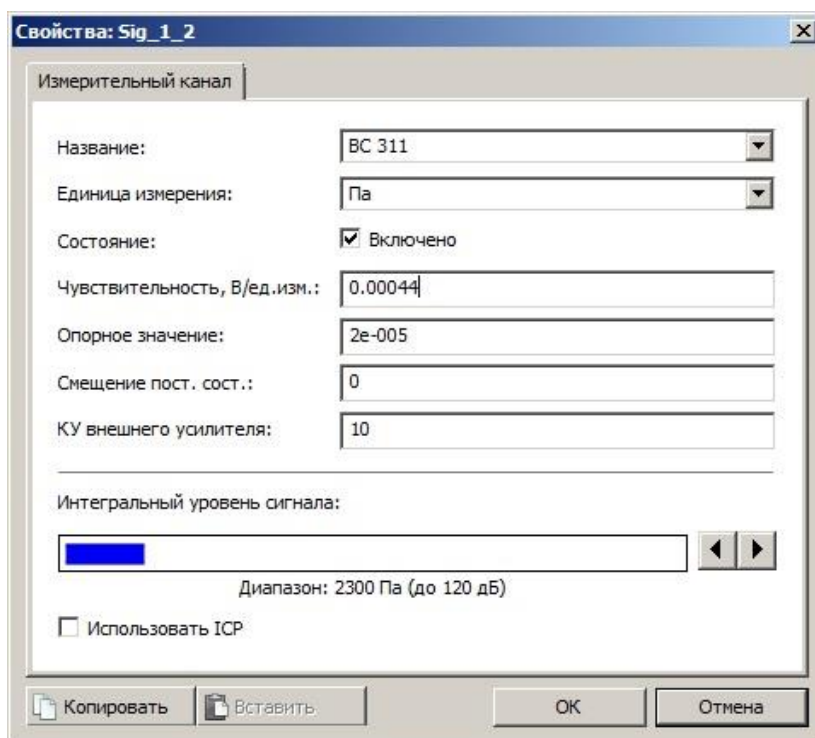

Рис. 1.7 Вид вкладки «Измерительный канал»
5. В свойствах канала анализатора, во вкладке «Измерительный канал» произвести настройки согласно Рис. 1.7.
ВНИМАНИЕ!!! Усилитель ZET 440 имеет коэффициент усиления по заряду равный 1 мВ/нКл . Поэтому значение чувствительности в нКл/Па равно значению чувствительности в мВ/Па при условии подключения через усилитель ZET 440. Соответственно, при подключении гидрофона к анализатору спектра через усилитель ZET 440, если чувствительность гидрофона по паспорту составляет $0,44\text{ нКл/Па}$, то в поле «Чувствительность, В/ед.изм.» вводим значение $0,00044\text{ В/Па}$ (см. Рис. 1.7).